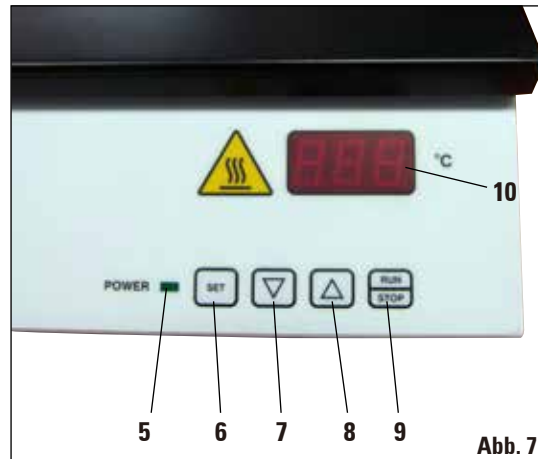

Abb. 7
- Die eingestellte Soll-Temperatur wird im Display (**Abb. 7, 10**) angezeigt.
- Zum Einstellen der gewünschten Temperatur die entsprechende Stelltaste (**Abb. 7, 7+8**) gedrückt halten. Bei den ersten 8 Digitalstritten erfolgt der Anzeigenwechsel langsam, danach erfolgt er schneller.
- Die Soll-Temperatur kann durch Betätigung der **SET**-Taste (**Abb. 7, 6**) überprüft werden.